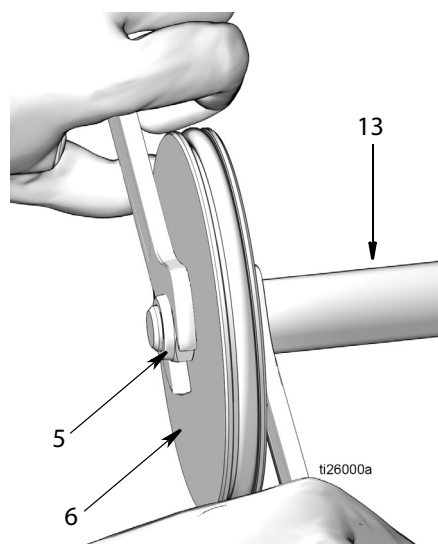

Рис. 20
- а. Вытащите шток поршня (13) и поршень (6) из пневматического цилиндра (2) (Рис. 20).
- б. Для разделения штока поршня (13) и поршня (6) воспользуйтесь двумя гаечными ключами, работая ими в противоположных направлениях. Зафиксируйте один открытый конец гаечного ключа на лысках штока поршня, а второй гаечный ключ используется для ослабления затяжки гайки (5), как показано на Рис. 20.
**ПРИМЕЧАНИЕ:** Открытый конец гаечного ключа, зафиксированный на лысках штока поршня, используется только для надежного удержания штока, **не допускается** проворачивать этот гаечный ключ. Движение этого гаечного ключа могло бы поцарапать или повредить поверхность поршня и стать причиной утечек жидкости во время работы насоса. Проворачивайте только гаечный ключ, удерживающий гайку (5), для ослабления затяжки и полного откручивания гайки.